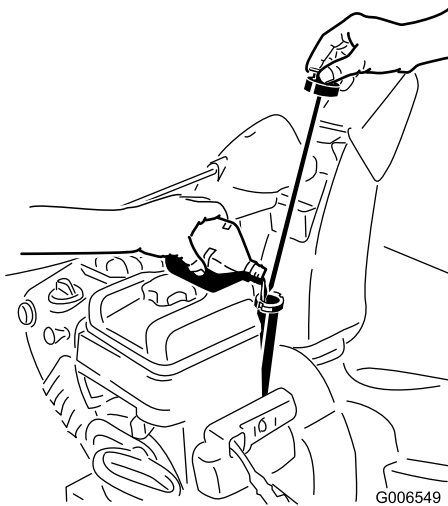

Bild 41
2. Nehmen Sie den Peilstab heraus und prüfen Sie den Ölstand (Bild 41). Füllen Sie Öl nach, wenn der Ölstand unter Auffüll-Marke am Peilstab steht. Siehe Auffüllen des Motors mit Öl.